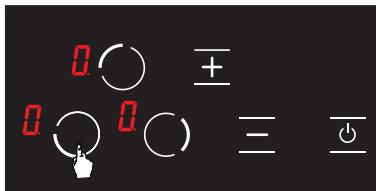

Abbildung 6
2. Die entsprechende Kochplatten-Auswaltaste wird berührt. Bei der ersten Berührung erscheint im jeweiligen Herd das Ⓛ Symbol. (siehe Abb. 6)